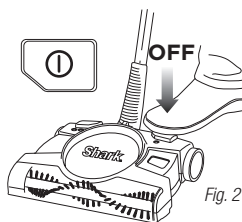

Fig. 2
- Assurez-vous toujours que l'appareil est hors tension. (Fig. 2)